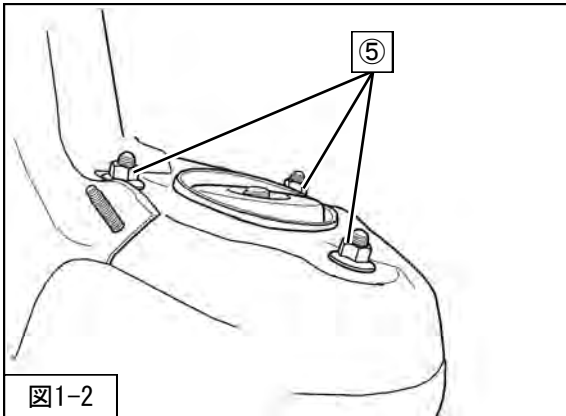

図1-2
4. ⑤フロントサスペンションASSYアッパー取付ナットを取外してください。（図1-2）